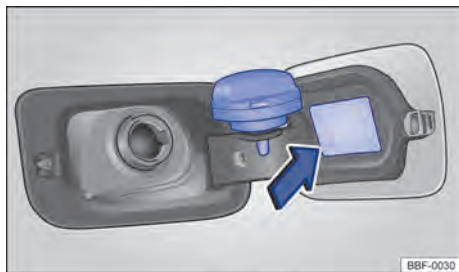

Fig. 173 Portinhola do tanque de combustível aberta com a tampa do tanque de combustível pendurada.
- Remover a tampa do tanque girando-a no sentido anti-horário e encaixá-la no suporte na portinhola do tanque → Fig. 173.